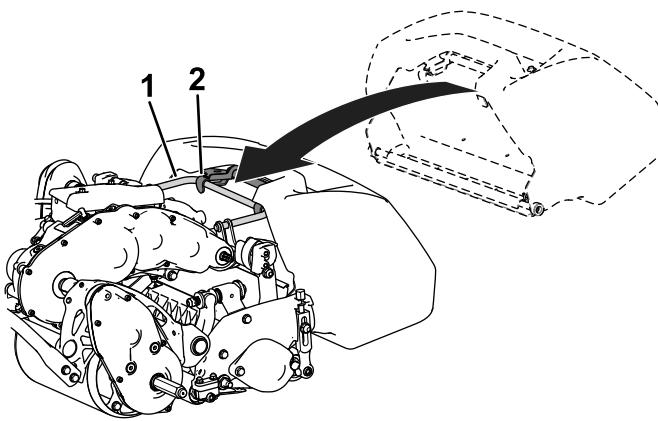

Figura 11
2. Guíe el reborde del recogedor entre las chapas laterales de la unidad de corte y por encima del rodillo delantero (Figura 11).
3. Instale los ganchos del recogedor sobre el tubo del bastidor (Figura 11).